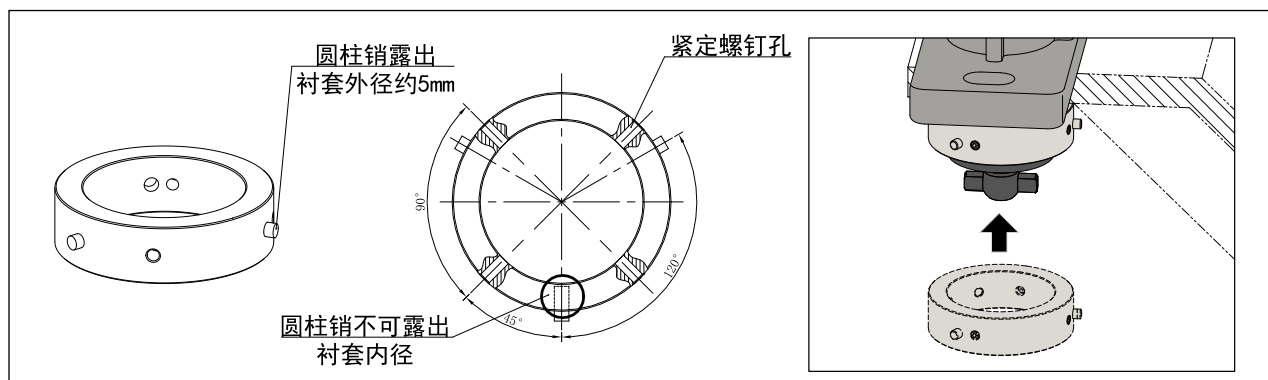

图 8-11 衬套安装
2. 使用 5mm 内六角扳手，拧紧 4 套 M6 螺钉，扭矩：7~9Nm，将衬套固定在伞齿轮盒下端（见图 8-11）。